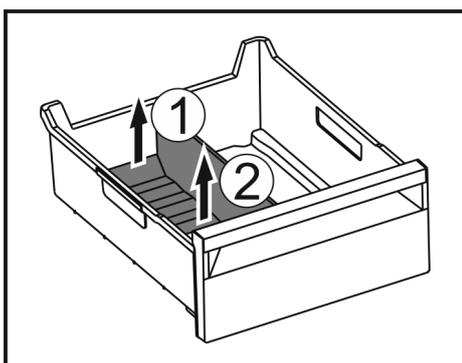

Fig. 114
- ▶ Podignite stražnji dio pregrade ladice za led. *Fig. 114 (1)*
- ▶ Izvadite pregradu ladice za led prema gore. *Fig. 114 (2)*